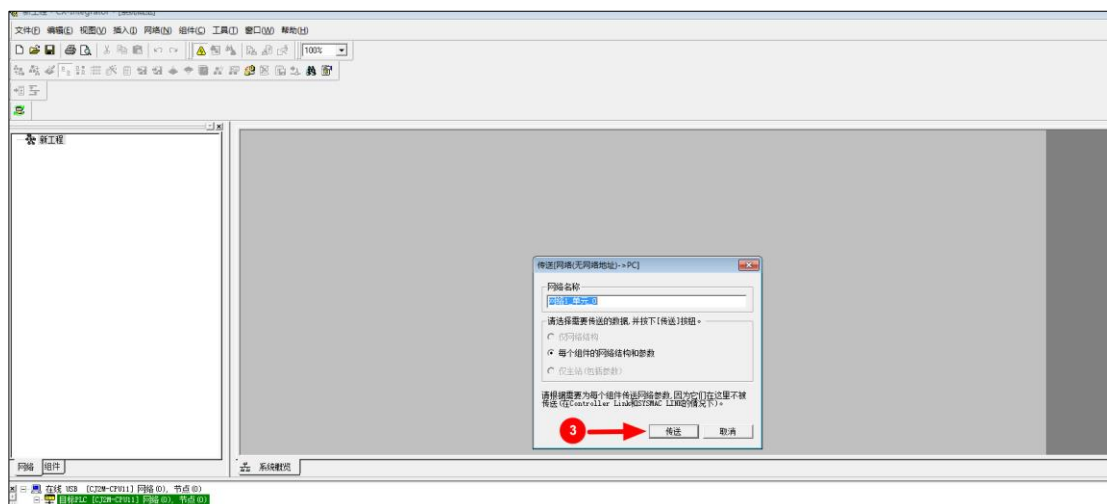

图 5-5-5 自动扫描
自动扫描，点击“在线工作按钮”，双击 DeviceNET[CJ1W-DRM21] 网络 (-)，节点 (1)，单元 (0)，并设定网络名称，确定传送，如图 5-5-5 所示。双击 DN-HH00-CONN，能否发现欧姆龙 PLC 扫描到 DN-HH00-CONN 从站。